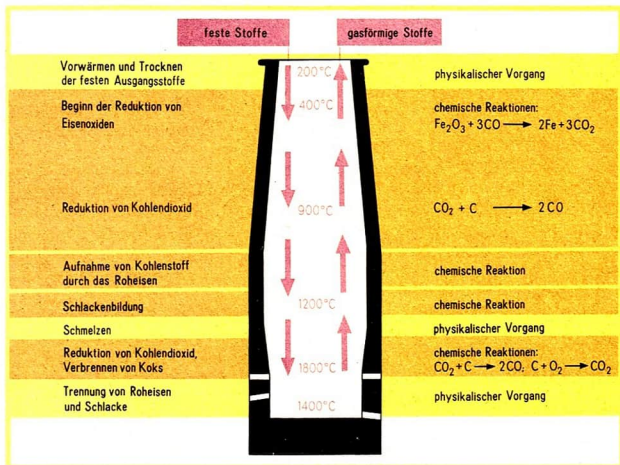

Abb. 63 Im Hochofen laufen chemische Reaktionen und physikalische Vorgänge ab. Es wird das Gegenstromprinzip angewendet.
Von oben wird der Hochofen abwechselnd mit einem Gemisch aus Eisenerz und Zuschlägen sowie mit Koks beschickt, so daß im Innern eine Säule aus festen Stoffen vorhanden ist. Diese Stoffe werden chemisch umgesetzt (Abb. 63). Es entstehen flüssiges Roheisen und flüssige Schlacke. Beide trennen sich auf Grund der unterschiedlichen Dichten im unteren Teil des Hochofens und werden dort entnommen. So kommt es dazu, daß sich die festen Stoffe im Hochofen allmählich infolge der Schwerkraft von oben nach unten bewegen. ①
Im Hochofen bewegen sich feste beziehungsweise flüssige Stoffe und gasförmige Stoffe aufeinander zu. Es wird hier ein weitverbreitetes technisches Prinzip angewendet, das **Gegenstromprinzip** (Abb. 63). Dabei sollen sich die Stoffe möglichst innig berühren.
- Was geschieht im Hochofen, wenn sich die Stoffe infolge der Anwendung des Gegenstromprinzips berühren? (↗ Abb. 63, S. 91)